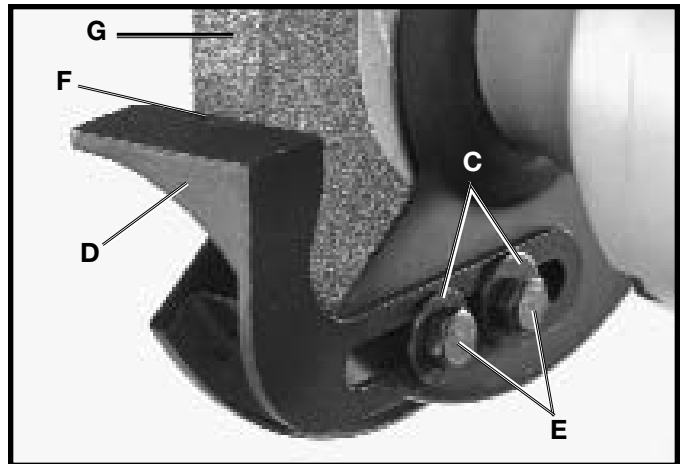

Fig. 4
2. Ensamble el portaherramientas restante con superficie plana (D) Fig. 4 al interior del protector de rueda izquierdo de la misma manera, utilizando dos tornillos con cabeza hexagonal de 1/2 pulg. de largo 5/16-18x1/2"(E) y arandelas planas 3/4" (C).
3. Cada portaherramientas es ajustable, de manera que el borde (D) Fig. 4 del portaherramientas puede ser colocado lo más cerca posible de la rueda rectificadora (G), proporcionando apoyo máximo a la pieza que está siendo rectificada. Se debe mantener siempre una distancia de 1/8 de pulgada o menos entre la rueda rectificadora (G) y el borde (F) del portaherramientas. Mientras que la rueda rectificadora se desgasta a un diámetro más reducido, vuelva a ajustar el portaherramientas para acercarlo a la rueda. El portaherramientas debe ajustarse de manera que quede fijado un poco más abajo del centro de la rueda. Esta es la posición más práctica y segura para las labores en general. La rectificación a mano libre, sin el uso del portaherramientas, debe efectuarse siempre en el cuarto inferior de la rueda.